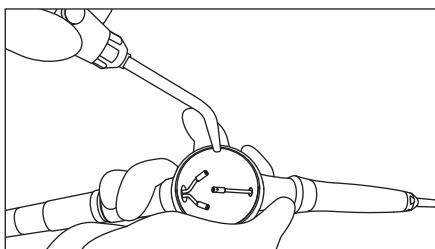

Fig. 7
- 3) Con il getto d'aria soffiare via la polvere rimasta nel contenitore (Fig. 7).